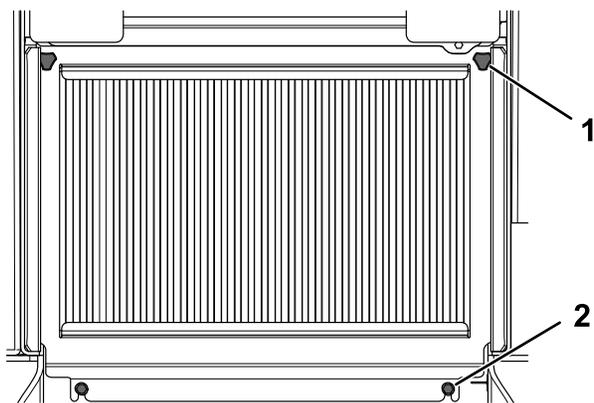

Рисунок 43
- Ослабьте 2 болта крепления нижней части решетки (Рисунок 43).
- Ослабьте затяжку 2 ручек на решетке (Рисунок 43).
4. Поднимите решетку и снимите ее (Рисунок 43).